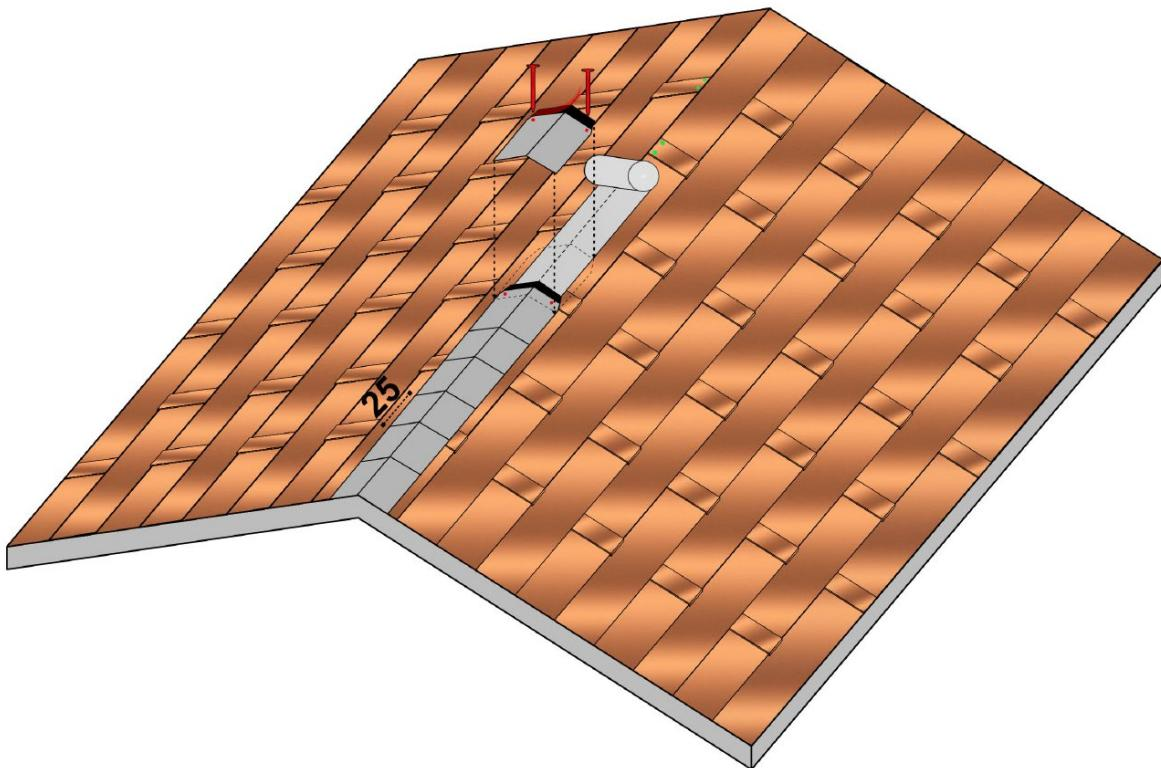
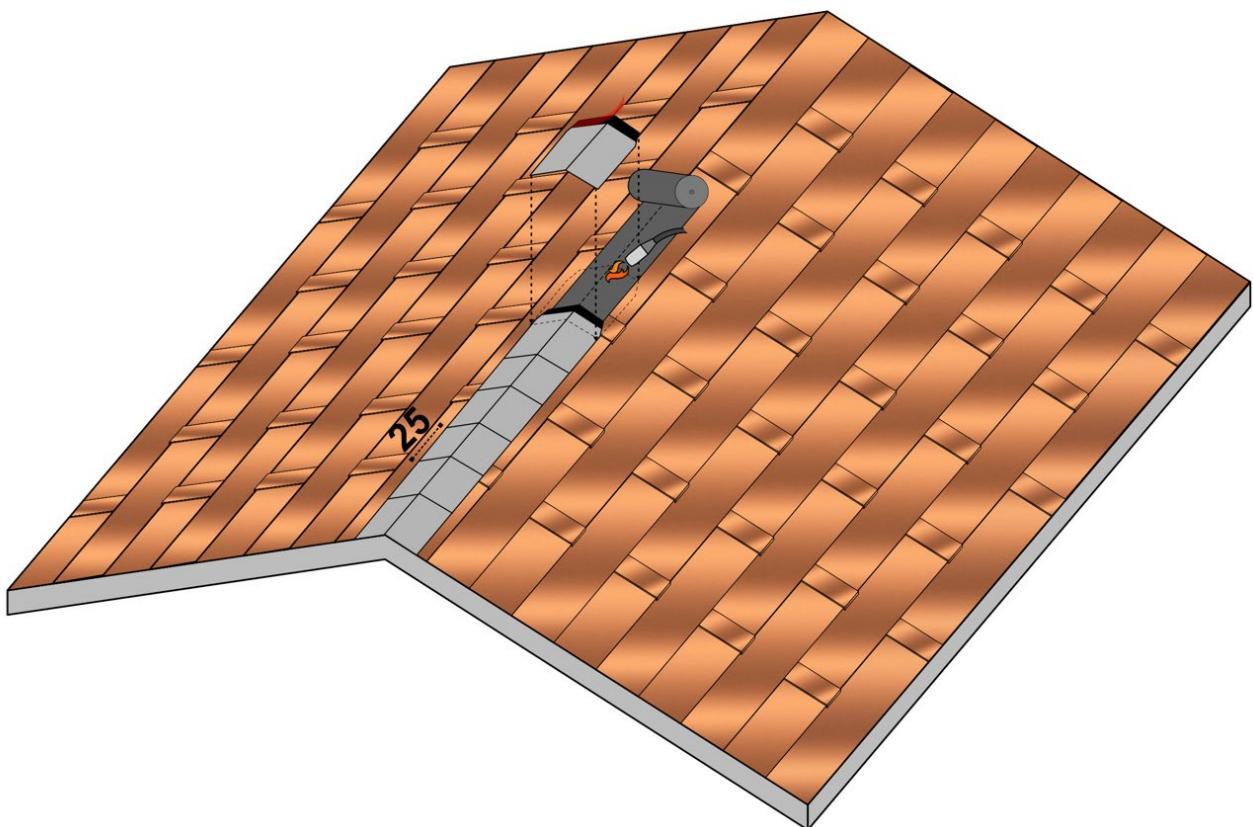

Fig. 14 – Posa elementi colmo
Fig. 24 – Installazione elementi colmo a fiamma
- Posare in mezzeria della linea di colmo il Top Roll Colmo SA, rimuovendo dalla parte inferiore il film che protegge il nastro butilico. In questo modo si andrà ad impermeabilizzare il colmo stesso in corrispondenza del taglio delle tegole - Fig. 14. Fissare il primo elemento colmo con 2 chiodi da almeno 32mm di lunghezza, un chiodo per ogni lato della falda - Fig. 14. Procedere con la posa degli altri elementi colmo in sequenza, lasciando una parte esposta di 25cm tra un elemento colmo e quello successivo.
- Per l'esecuzione del colmo, prendere la scatola dei Colmi Prestige Plus contenente gli elementi colmo, già tagliati e sagomati - Fig. 14. Attenzione, in questo caso il rotolo di Top Roll Colmo SA, contenuto nella scatola, non sarà da utilizzare. Applicare invece sul colmo una fascia di membrana bituminosa Safety EPP a fiamma - Fig. 24.
- Posare gli elementi colmo predisposti, fissandoli alla membrana sottostante con la fiamma del cannetto, sempre scaldando la membrana e non l'elemento tegola. Procedere con la posa degli altri elementi colmo in sequenza, lasciando una parte esposta di 25 cm tra un elemento e quello successivo, vedi Fig. 24.